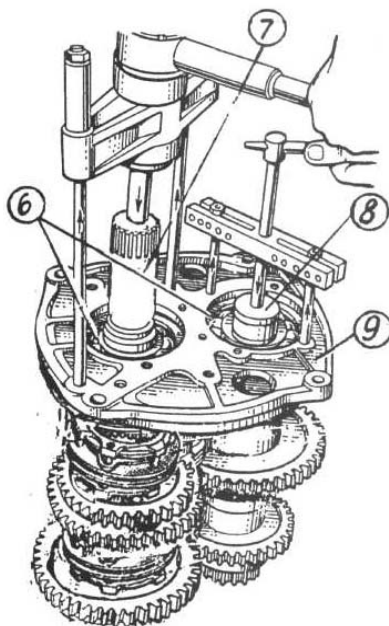

Рисунок 4.65
- в) спрессуйте стакан 9 (рисунок 4.65) вместе с подшипниками 6 с валов 7 и 8;